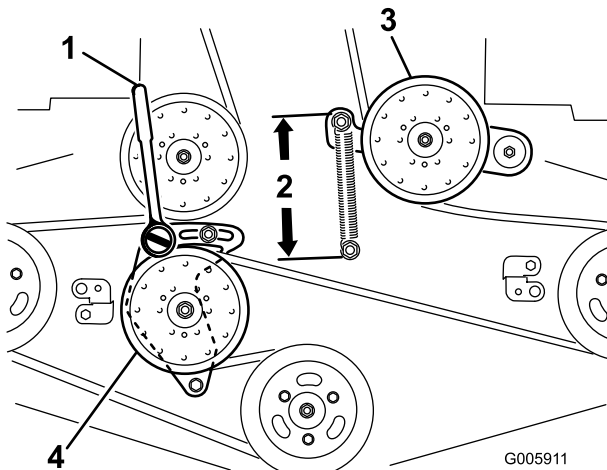

Bild 59
4. Lösen Sie den starren Spannarm und stellen Sie ihn ein, um die Riemenspannung zu lösen (Bild 59).
7. Setzen Sie eine Rätzsche mit einem kurzen Griff oder ein Stemmeisen in das rechteckige Loch im fixierten Spannarm ein (Bild 59).
9. Drehen Sie zum Erhöhen der Riemenspannung die Rätzsche oder das Stemmeisen nach links, um den starren Spannarm zu bewegen, bis Sie einen Abstand von 16,5 cm zwischen den Federhaken erhalten (Bild 59).